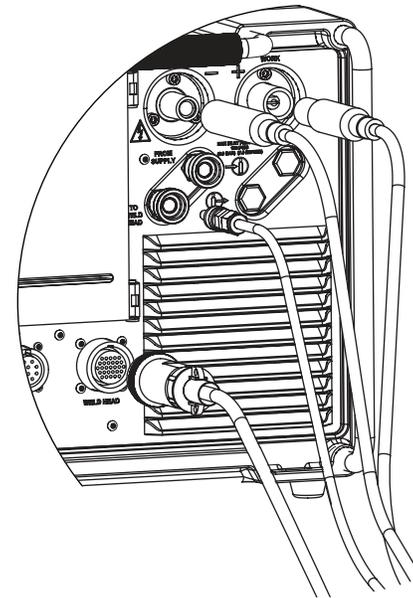

Fig. 8—Conexión del conjunto del cabezal de soldadura a la Unidad de potencia
1. Alinee la ranura del conector del cabezal de soldadura con la pestaña de la entrada CABEZAL DE SOLDADURA en la unidad de potencia M200 (Fig. 8) e insértelo. Gírelo en sentido horario para que quede sujeto. Un chasquido le indicará que la conexión está sujeta. Esta conexión permite las señales de control del mando del cabezal de soldadura.